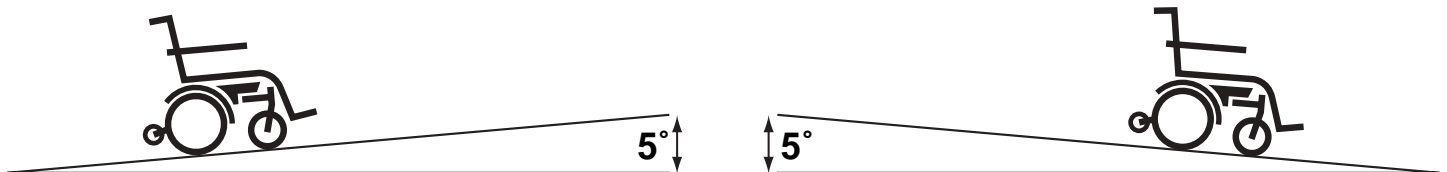

Fig. 1 Inclinaison maximale recommandée
Selon les normes établies par "L'American with Disabilities Act of 1990" toutes les rampes pour handicapé doivent avoir une inclinaison de cinq degrés maximum. Par conséquent, Pride recommande de ne pas gravir ou descendre de pente ayant une inclinaison de plus de cinq (5) degrés. Voir la figure 1.